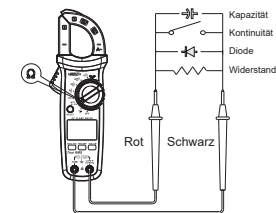

Abb.4
- Bei einer gemessenen Spannung von ≥ 30 V (AC) oder ≥ 60 V (DC) zeigt das LCD-Display die Hochspannungsalarmmeldung " " an.
3. Widerstandsmessung (Abb. 4)
4. Kontinuitätstest (Abb. 4)
5. Diodentest (Abb. 4)